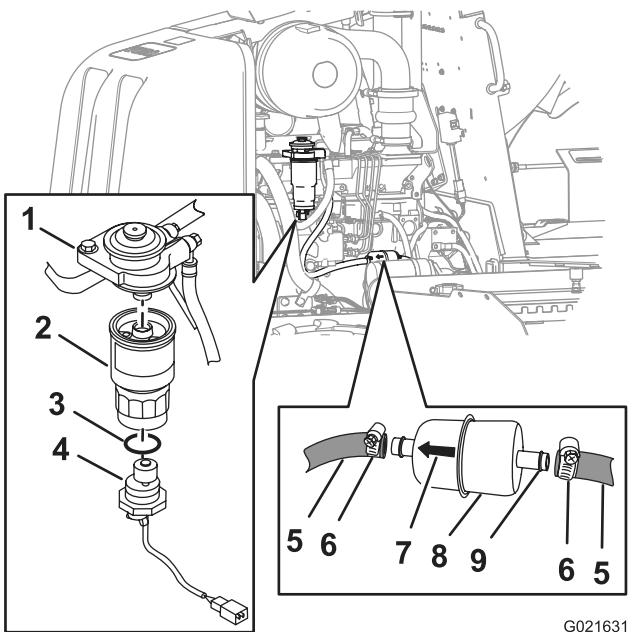

Рисунок 55
- Надежно удерживайте элемент топливного фильтра тонкой очистки, поверните датчик воды против часовой стрелки и снимите датчик воды (Рисунок 55).
- D. Надежно удерживайте элемент топливного фильтра тонкой очистки, поверните его против часовой стрелки и снимите с переходника фильтра (Рисунок 55).
- Совместите новый элемент топливного фильтра тонкой очистки с переходником фильтра (Рисунок 55).
- Наденьте новое уплотнительное кольцо поверх датчика воды (Рисунок 55).
E. Выровняйте датчик воды в донной части топливного фильтра тонкой очистки (Рисунок 55).
F. Надежно удерживайте элемент топливного фильтра тонкой очистки и поверните датчик воды по часовой стрелке, затянув его усилием руки (Рисунок 55).
- Ослабьте хомуты шлангов и отсоедините топливный фильтр грубой очистки от топливных шлангов (Рисунок 55).
- Совместите новый топливный фильтр грубой очистки со шлангами, ориентируясь по стрелке, нанесенной на фильтре и направленной вперед (Рисунок 55).
- Наденьте шланги на шланговые фитинги топливного фильтра грубой очистки и затяните хомуты шлангов (Рисунок 55).